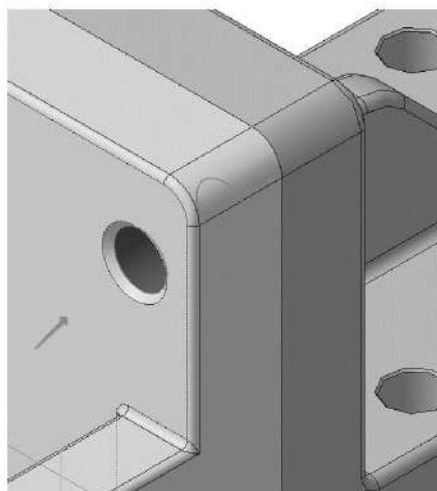

Рисунок 3.114. Выбор первой поверхности для определения длины болта
10.3.10 Для определения длины болта укажите плоскую грань *Вилки* (рисунок 3.114).